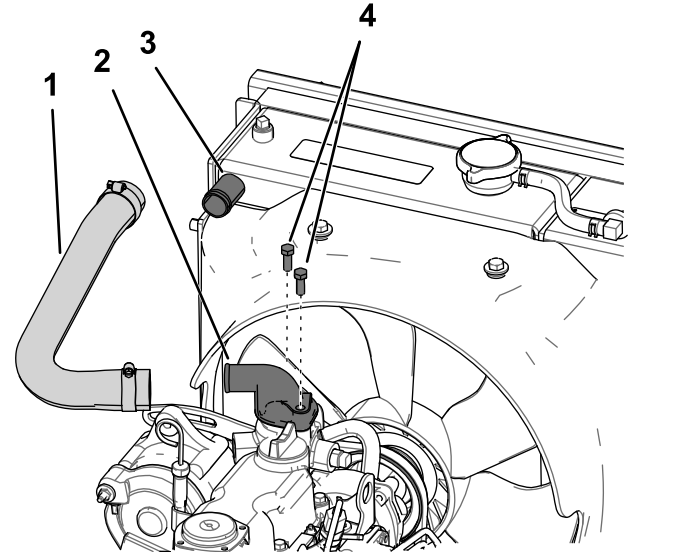

Figura 8
6. Montate l'estremità superiore del flessibile del radiatore sull'uscita dell'estremità diritta sul radiatore e serrate la fascetta stringitubo (Figura 8).
3. Allineate la guarnizione e l'uscita con i fori di montaggio e il foro nella parte superiore del motore, con l'estremità angolata dell'uscita rivolta verso il lato destro della macchina (Figura 8).